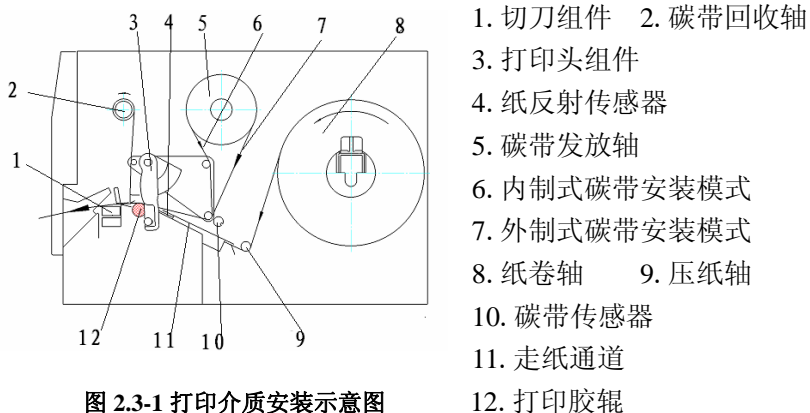

图 2.3-1 打印介质安装示意图
碳带的安装方向如图 2.3-1 所示，按以下步骤安装碳带：
1. 将碳带装在碳带发放轴 5 上。将碳带回收纸轴安装在碳带回收轴 2 上，向后扳动打印头锁紧扳手，抬起打印头组件 3，将碳带从打印头组件下面穿过，拉向碳带回收轴，如图 2.3-1 所示逆时针缠绕在碳带回收轴 2 上。安装碳带过程中应防止碳带起皱或破损；
打印纸的安装方向如图 2.3-1 所示，按以下步骤安装打印纸：